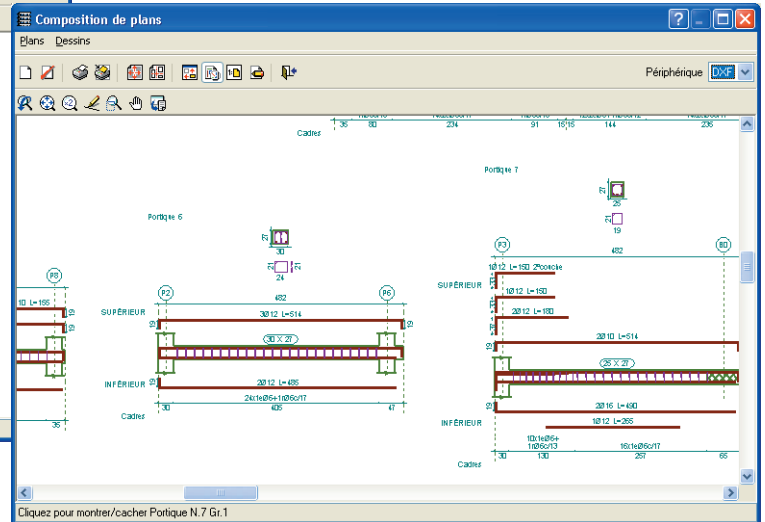

Fig. 14.139
- Pour visualiser une vue, cliquez sur **Dessins > Détails d'un objet** puis sur les objets que vous voulez voir en détails (Fig. 14.139).